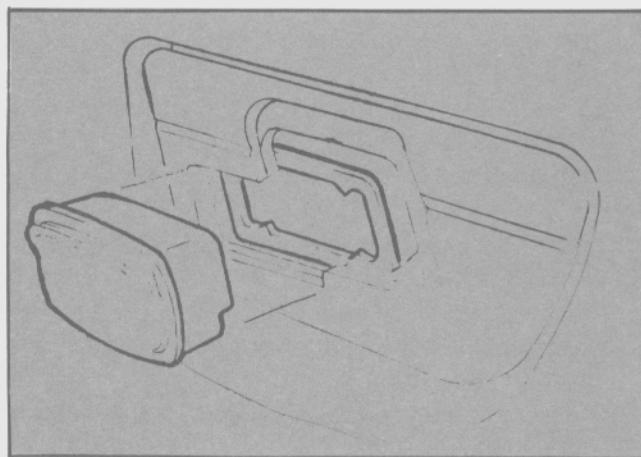

Fig. 17 - Montaje del cenicero trasero.
- Retirar el cenicero (Fig. 17).